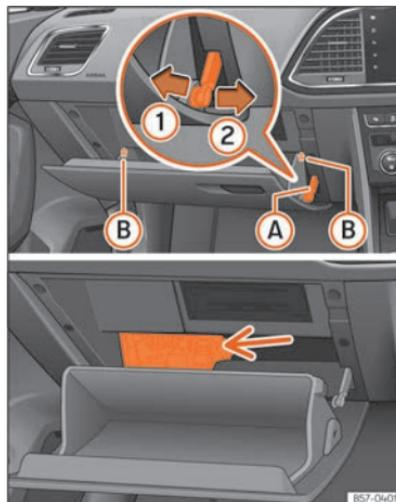

Abb. 202 Rechtslenker: Abdeckung des Sicherungskastens an der Instrumententafel, Beifahrerseite.
- Verriegelungstaste »» [Abb. 202] **A** in zwei Schritten ausbauen: zunächst Verriegelungstaste nach hinten ziehen (Pfeil **1**) und danach etwas nach rechts schieben (Pfeil **2**). Führung ausbauen, wenn die Abdeckung normal geöffnet ist (30°).